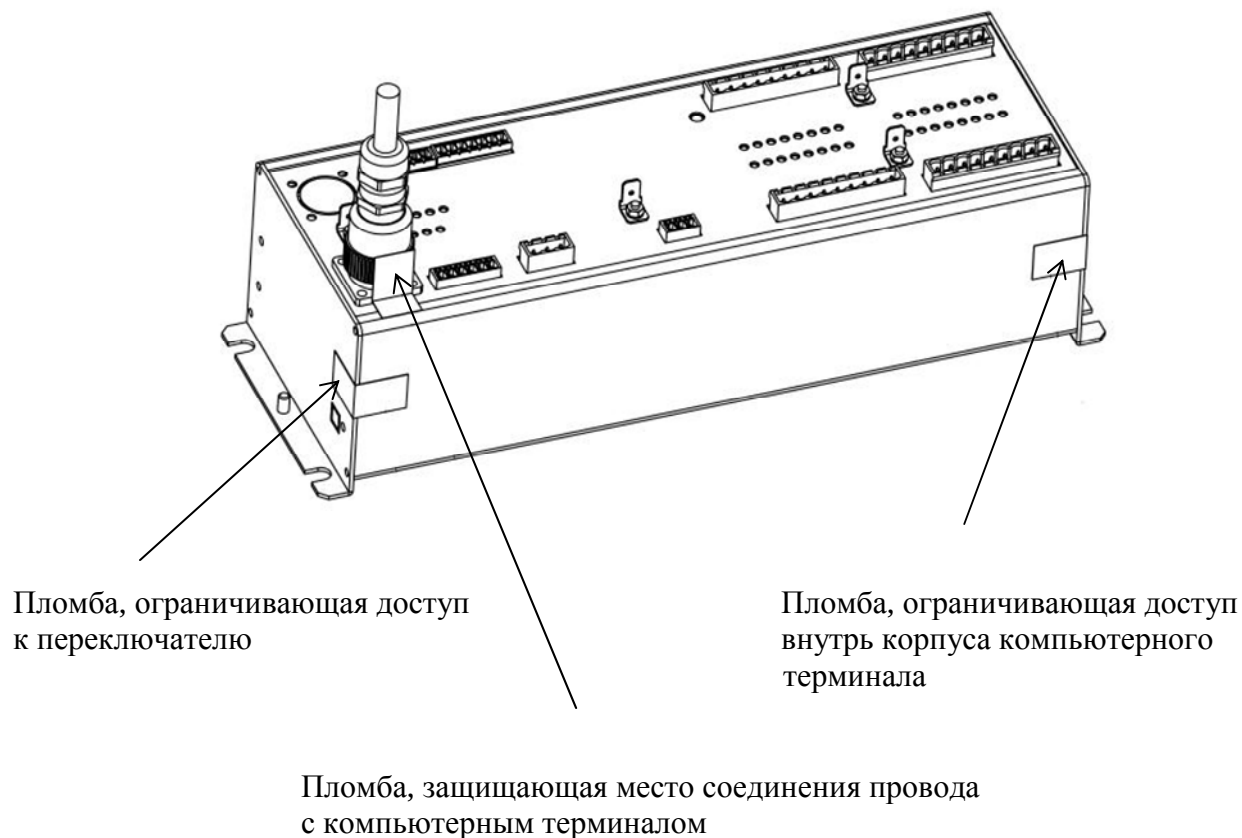

Рисунок 3 - Схема пломбировки от несанкционированного доступа в настройки дозаторов
- при помощи переключателя, расположенного на корпусе компьютерного терминала; доступ к переключателю и внутрь корпуса ограничен пломбой (Рисунок 3);
- место соединения провода с компьютерным терминалом пломбируется (Рисунок 3).